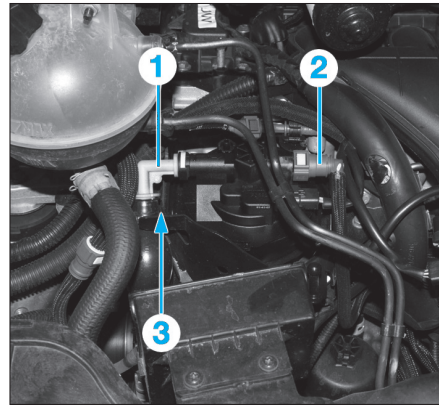

Fig. 1
- Désaccoupler les tubes d'arrivée (1) et de sortie (2) de carburant (Fig.1).